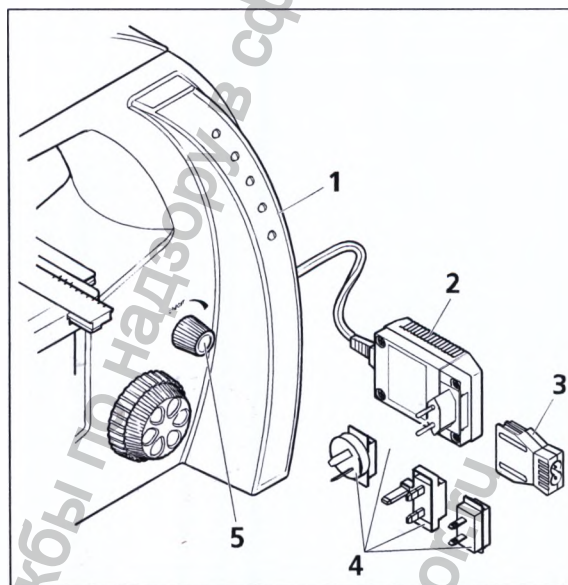

Рисунок 3 Ввод микроскопа в действие
- Штекерный сетевой блок (Рисунок 3/2) вынуть из держателя для хранения, находящего на обратной стороне штатива.
- При необходимости заменить установленный сетевой соединительный адаптер на один из поставляемых адаптеров, специфичных для соответствующей страны (Рисунок 3/4). Для этого вынуть имеющийся адаптер и вставить другой.
- В том случае, если штекерный сетевой блок из-за недостатка свободного места не может вставляться в предусмотренную сетевую штепсельную розетку, заменить сетевой соединительный адаптер на поставляемый IEC-адаптер (Рисунок 3/3). Теперь штекерный сетевой блок может быть расположен плоско и подсоединен к штепсельной розетке с помощью приборного кабеля, принятого в соответствующей стране.
- Включить микроскоп посредством поворотной ручки (Рисунок 3/5) и отрегулировать освещение до желательной интенсивности.
Выбранная установка показывается расположенными с обеих сторон штатива синими светодиодами (Рисунок 3/1), в пяти ступенях.